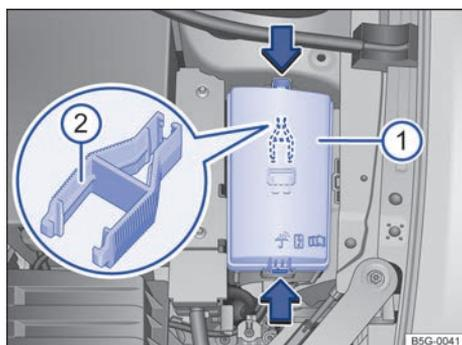

Fig. 302 En el vano motor: cubierta ① de la caja de fusibles con pinzas de plástico ②.
- Para desbloquear la cubierta de la caja de fusibles, presione las teclas de bloqueo en el sentido que indican las flechas → fig. 302 **1**.